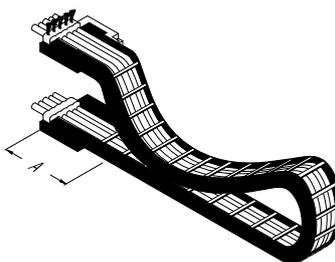

Fig. 5
- con catene portacavi lunghe, mobili solo sull'estremità del trascinatore (→ Fig.5).